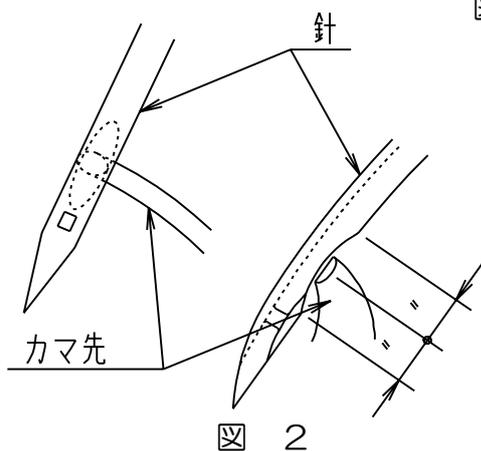

図 2
- 5) ミシン側面のクラッチを外して、ハンドルを回転方向に回して、針が最下点から上がっている状態で、カマ先が針の左端で、カマ先が針のエグリの中心（図2）になっているか確認する。